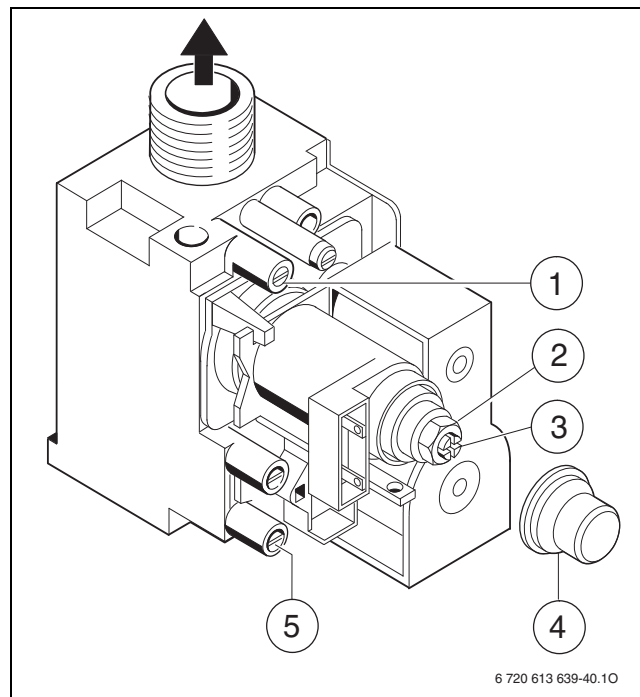

Рис. 28
- ▶ Отвернуть уплотнительный винт штуцера для измерения давления перед форсунками (→ рис. 28, [1], стр. 23) и подсоединить U-образный манометр.
- ▶ Отвернуть уплотнительный винт штуцера измерения давления перед форсунками (→ рис. 28, [1]) и подсоединить U-образный манометр.
- ▶ Снять крышку (→ рис. 28, [4]).
- ▶ Для положения «максимум» давление (мбар) перед форсунками приведено в таблице на Установите давление перед форсунками регулировочным винтом максимального расхода газа (→ рис. 28, [2]). Поворот направо - больше газа, поворот налево - меньше газа.
- ▶ Давление перед форсунками (мбар) для положения «минимум» приведено в таблице на . Установите давление перед форсунками регулировочным винтом минимального расхода газа (→ рис. 28, [3]).
- ▶ Отвернуть уплотнительный винт штуцера для измерения присоединительного давления (→ рис. 28, [5]) и подключить манометр.